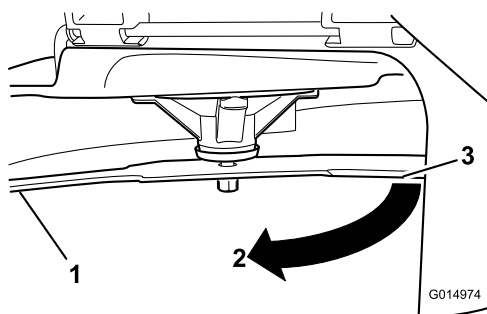

Figure 45
- Mesurez la distance entre la lame et la surface (A)
- Tournez la même lame de 180 degrés pour amener l'autre tranchant à la même position (Figure 45).